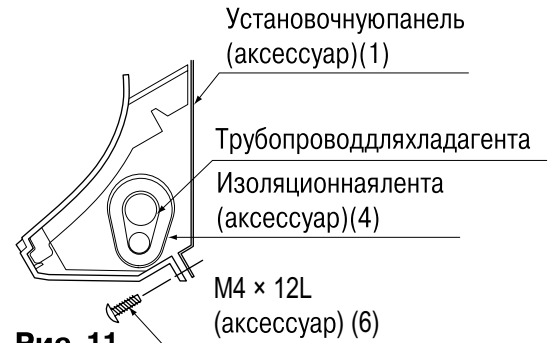

Рис. 11
- Прикрепите комнатный блок к установочную панель (1) с помощью крепежные винты (6). (См. рис. 11)